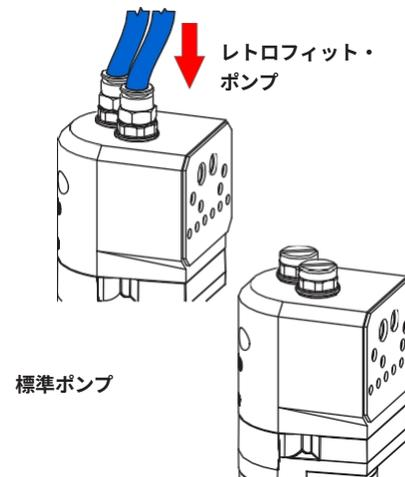

図 18 パージエアチューブの再装着
4. 図 18 を参照してください。液体化チューブアセンブリをポンプ本体に取り付けます。アクセスプラグを締めてから、パージエアチューブを再接続します。